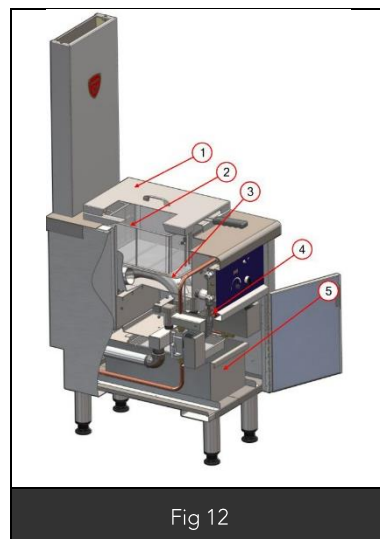

Fig 12
- Enlever le couvercle (Fig12 Rep1)
- Déposer le(s) panier(s) (Fig12 Rep2)
- La cuve (Fig12 Rep3) se nettoie à l'eau savonneuse.
- Eteindre le brûleur, vidanger (Fig12 Rep4,5).
Après chaque service il est conseillé de décanner la cuve de l'eau qu'elle contient en ouvrant légèrement le robinet de vidange (Fig12 Rep4) après avoir pris soin de positionner le bac de vidange en dessous (Fig12 Rep5 bac non fourni)